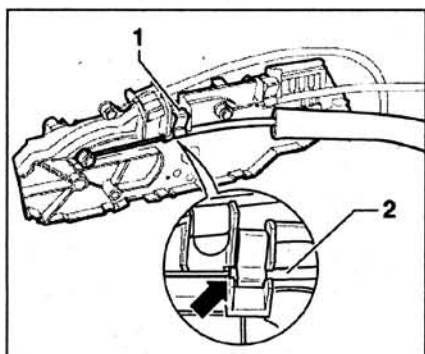

Рис. 8.78. Втулка 2 на тросе должна войти до упора (стрелка). Закрепите фиксатор 1.
3. Установите трос (с черной меткой). Втулка 2 на тросе должна войти до упора (стрелка) (рис. 8.78). Закре-